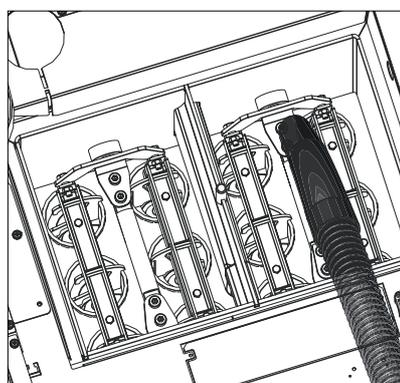

Fig. 51 Aspirer les cendres
- ▶ Aspirer les cendres des surfaces d'échange – Fig. 51.